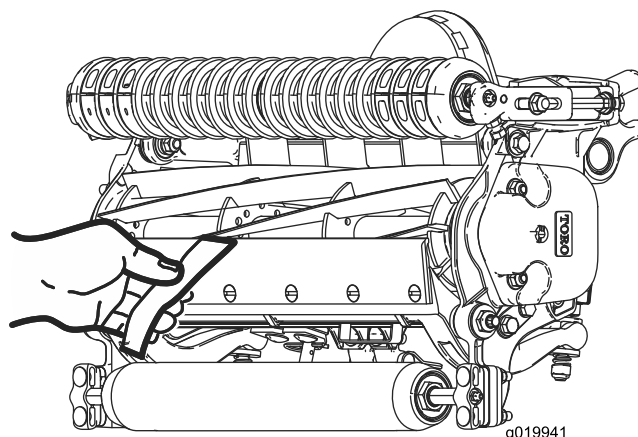

Figure 10
10. Contrôlez la performance de coupe en insérant une longue bande de papier de performance de coupe (réf. Toro 125-5610) entre le cylindre et la contre-lame, perpendiculairement à la contre-lame (Figure 10). Faites tourner **lentement** le cylindre en avant ; il devrait couper le papier.